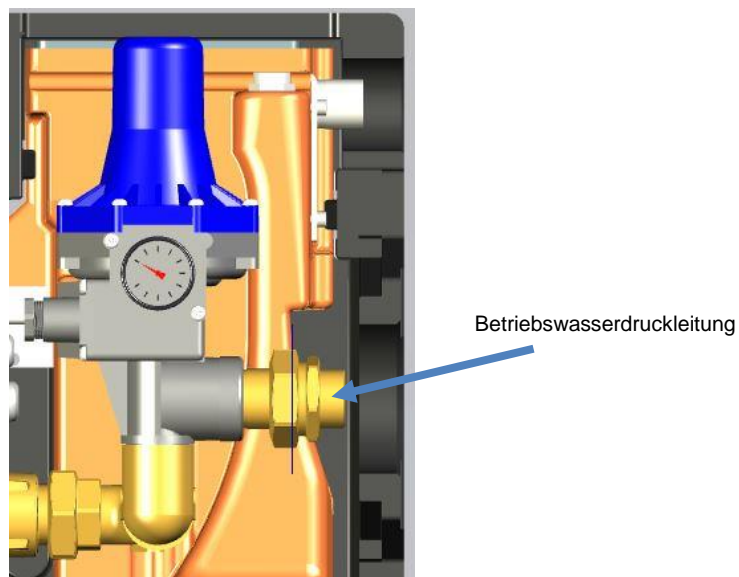

Abbildung 8: Anschluss der Betriebswasserdruckleitung
- 4) Die oben vorbereitete Leitung mit der 3-teiligen-Verschraubung des *Regenmanager*® verbinden, siehe Abbildung 8.